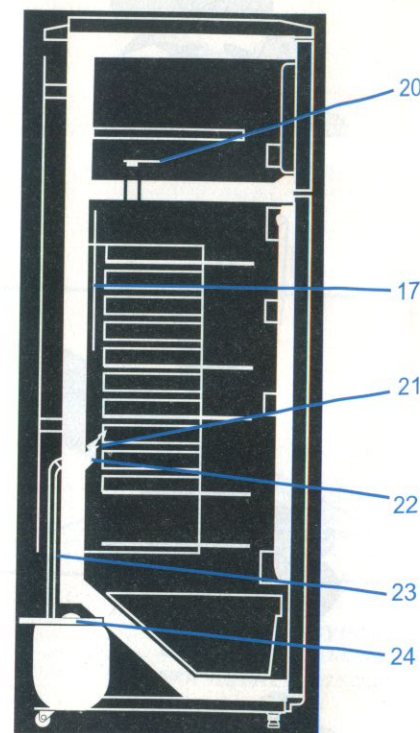

Рисунок 6
7.1 В Вашем холодильнике предусмотрено автоматическое удаление снегового покрова с испарителя 17 (рисунок 1), расположенного на задней стенке холодильной камеры. Это означает, что каждый раз в период остановки компрессора испаритель покрывается каплями воды, которая по трубке 23 (рисунок 6) стекает в сосуд 24 и испаряется при температуре окружающей среды. Такое периодическое оттаивание снегового покрова с испарителя холодильной камеры является обязательным и служит доказательством нормального функционирования холодильника. Частота и продолжительность циклов оттаивания зависят от установки ручки терморегулятора, загрузки холодильника продуктами, температуры окружающей среды.
7.2 Во время эксплуатации Вашего холодильника может произойти попадание мелких частиц продуктов и их упаковки в лоток слива 22 (рисунок 6), что приведёт к засорению системы отвода воды и появления её внутри холодильной камеры. Частично, для предотвращения засорения системы, служит специальная предохранительная решётка 21 (рисунок 6), которую необходимо в процессе каждой уборки извлекать и промывать водой из-под крана. Если, несмотря на принятые меры, произошло засорение, необходимо произвести промывание системы слива. Для этого удалите предохранительную решётку 21 (рисунок 6) и отодвиньте холодильник от стены. Поставьте любую вместительную ёмкость под сточным жёлобом сосуда для сбора талой воды 24 (рисунок 6) и медленно залейте стакан горячей воды в отверстие для слива воды (можно использовать спринцовку). Повторите эту операцию несколько раз до тех пор, пока вода в сосуде не будет чистой.
- перед оттаиванием выньте пробку 20 (рисунок 6) из отверстия, установите напротив сливного отверстия любой сосуд вместимостью не менее 2 л и закройте дверь холодильной камеры.